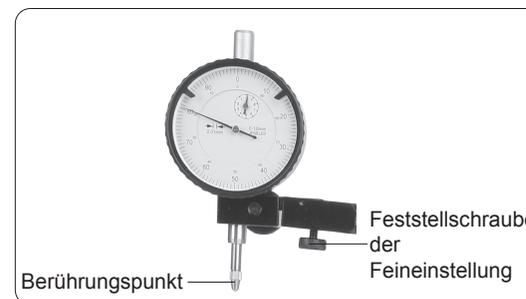

Abb. 1
- Achtung: Der Berührungspunkt und die Schraube der Feineinstellung müssen sich auf der gleichen Seite befinden (Abb. 1), um Messfehlern, die durch Änderungen der bei der Feineinstellung zum Tragen kommenden Spannkraft verursacht werden, entgegenzuwirken.